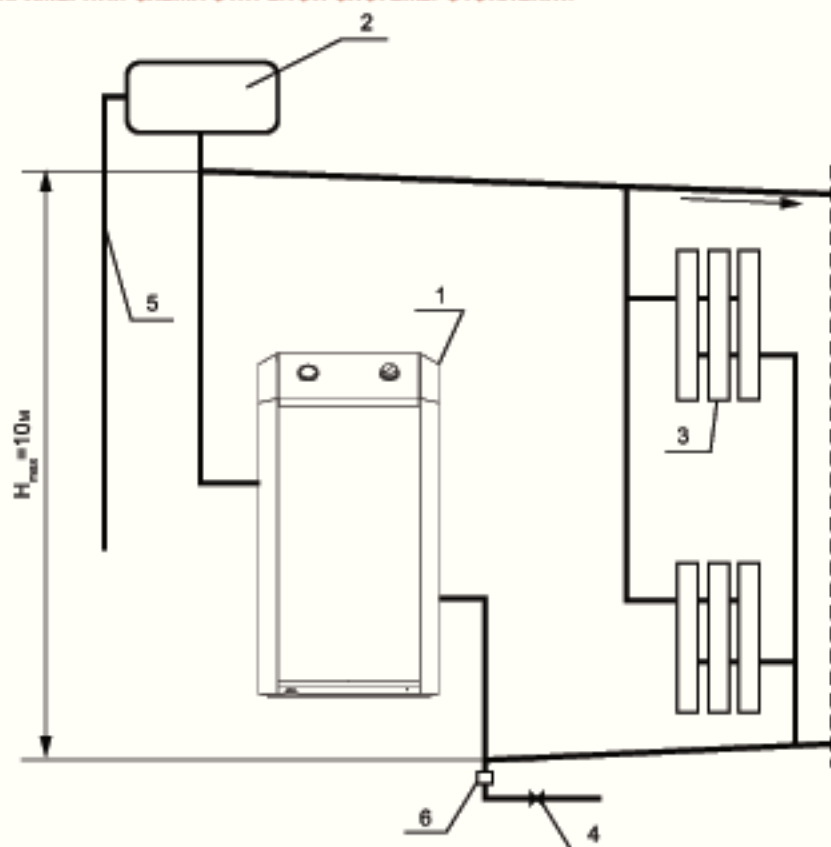

Рис. 2.
- 6.7. Расширительный бак устанавливается в верхней точке главной отливки, желательно в отапливаемом помещении. Запрещается устанавливать вентиль на сигнальной трубе (см. рис. 2, 3).